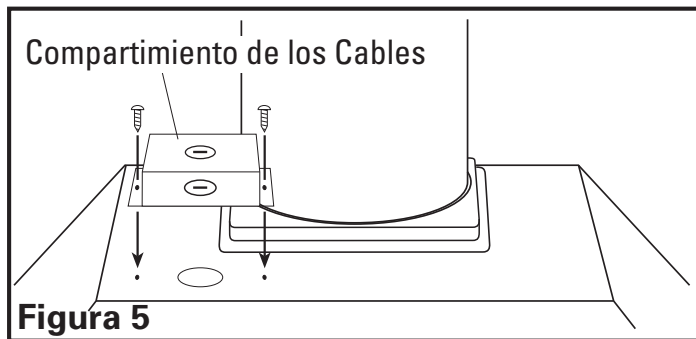

Figura 5
2. Fije el compartimiento de los cables en la unidad de energía con los dos tornillos #6 punta roma que se proporcionan (Figura 5).